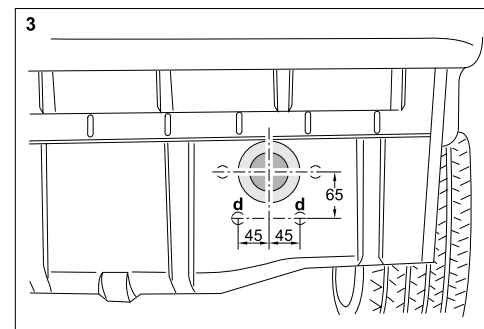

Figura 3: Fori nella lamiera posteriore, lato destro e anello di tenuta
- 6.) Marcare le posizioni dei fori necessari sulla lamiera posteriore in "d", nella zona sotto l'apertura di destra del tampone paraurti, ed eseguire i fori con un diametro di 14 mm (v. figura 3).
- 7.) Pulire la lamiera posteriore nella zona intorno all'apertura di destra del tampone paraurti e applicare intorno a tale apertura l'anello di tenuta in materiale espanso in dotazione; v. figura 3.
- 8.) Inserire da dietro le lamiere di supporto (3) nei longheroni della carrozzeria e fissarli dal basso agli angolari di rinforzo di sinistra (4) e di destra (5) con i dadi con spallamento M 10, senza stringere.
- 9.) Inserire nei longheroni anche i puntoni longitudinali di sinistra (2) e di destra (6) e fissarli dall'alto alla carrozzeria con le viti a testa esagonale M 10 x 30 e le rondelle 25 x 10,5 x 3, senza stringere.
- 10.) Appoggiare da dietro il supporto per traino (1) alla lamiera posteriore e fissarlo dall'interno al veicolo con le viti a testa esagonale M 10 x 30 e le rondelle 25 x 10,5 x 3, senza stringere.
- 11.) Allineare il supporto per traino (1) e serrare i collegamenti a vite nel seguente ordine: